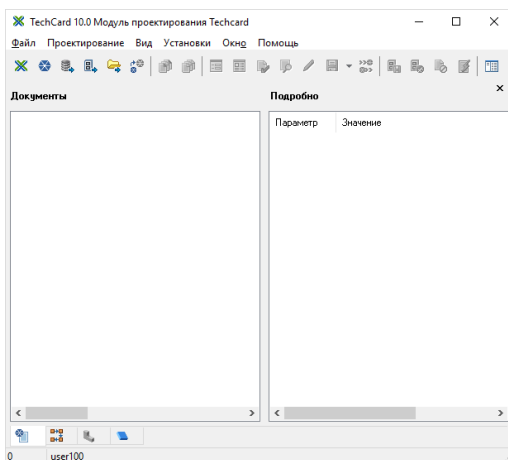

Рисунок 4.2 – Головне вікно модулю проектування Techcard
2. Завантажите в меню **Пуск – Программы – Intermech – Модуль проектирования Techcard**. Відкриється головне вікно модулю проектування (Рис. 4.2).